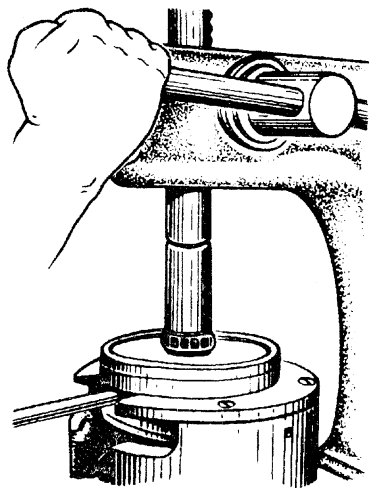

Рис. 3.24. Напрессовка подшипника на полуось коленчатого вала
- напрессовать на полуоси коленчатого вала внутренние кольца подшипников, предварительно смазав их, с сепараторами и роликами при помощи приспособления П-12 (см. табл. 7.4) и рис. 3.24 или при помощи оправки и молотка. При этом зазор между кольцами и маховиком должен быть не более 0,1 мм;